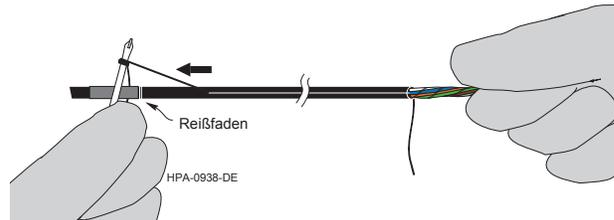

Abbildung 5
Schritt 8: Das Ende eines der freigelegten Reißfäden um den Schaft eines kleinen Schraubenziehers wickeln und den Reißfaden durch den Außenmantel bis durch den zweiten Ringschnitt an der Bandumwicklung ziehen (Abbildung 5).